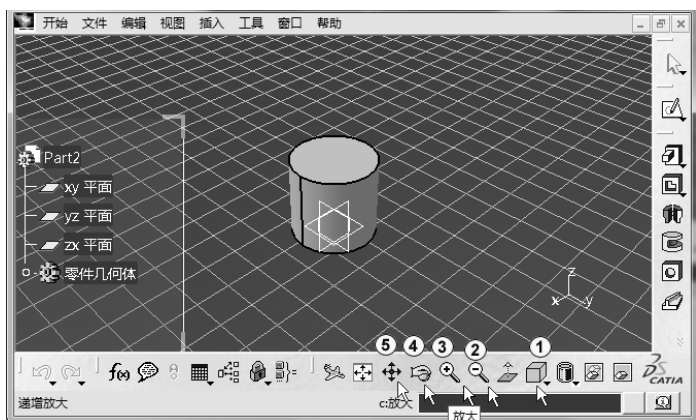

图 1-16 观察圆柱
单击屏幕下方的“等轴测视图”按钮 (如图 1-16 中①所示), 即可看到三维立体效果。
单击屏幕下方的“缩小”按钮 (如图 1-16 中②所示), 即可缩小圆柱。
单击屏幕下方的“平移”按钮 (如图 1-16 中⑤所示), 在工作区用鼠标选中圆柱后按住鼠标不放即可将圆柱拖到所需要的位置。